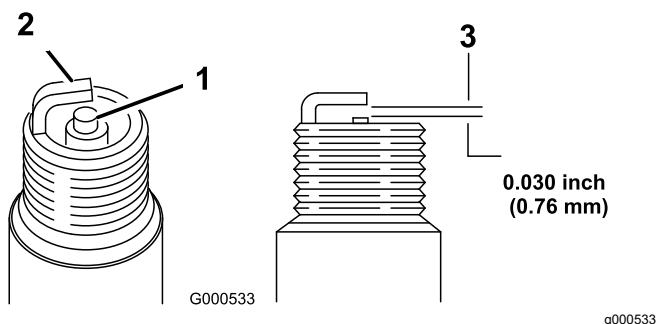

Figura 21
5. Reglați distanța bujiei la 0,76 mm, așa cum este indicat în Figura 21.